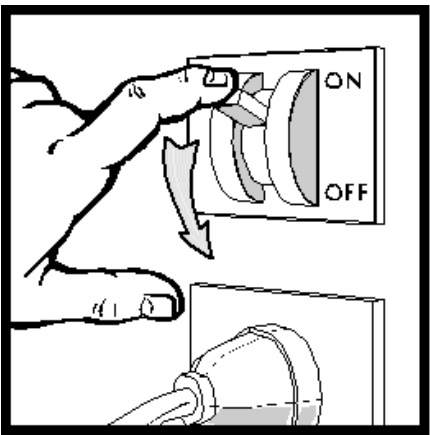

fig. 17
IMPORTANT: EN AMONT DU MEUBLE, IL FAUT INSTALLER UN DISPOSITIF QUI ASSURE LA DÉCONNEXION PAR RAPPORT AU RÉSEAU ET QUI A UNE DISTANCE D'OUVERTURE DES CONTACTS PERMETTANT LA DÉCONNEXION COMPLÈTE DANS LES CONDITIONS DE CATÉGORIE DE SURTENSION III (voir fig. 17 pag. 15).
AVANT TOUTE OPÉRATION DE NETTOYAGE ET D'ENTRETIEN DÉBRANCHER LE COURANT EN ÉTEIGNANT LE DISJONCTEUR GÉNÉRAL (fig. 17 page 15).
- Couper l'alimentation électrique (fig. 17).